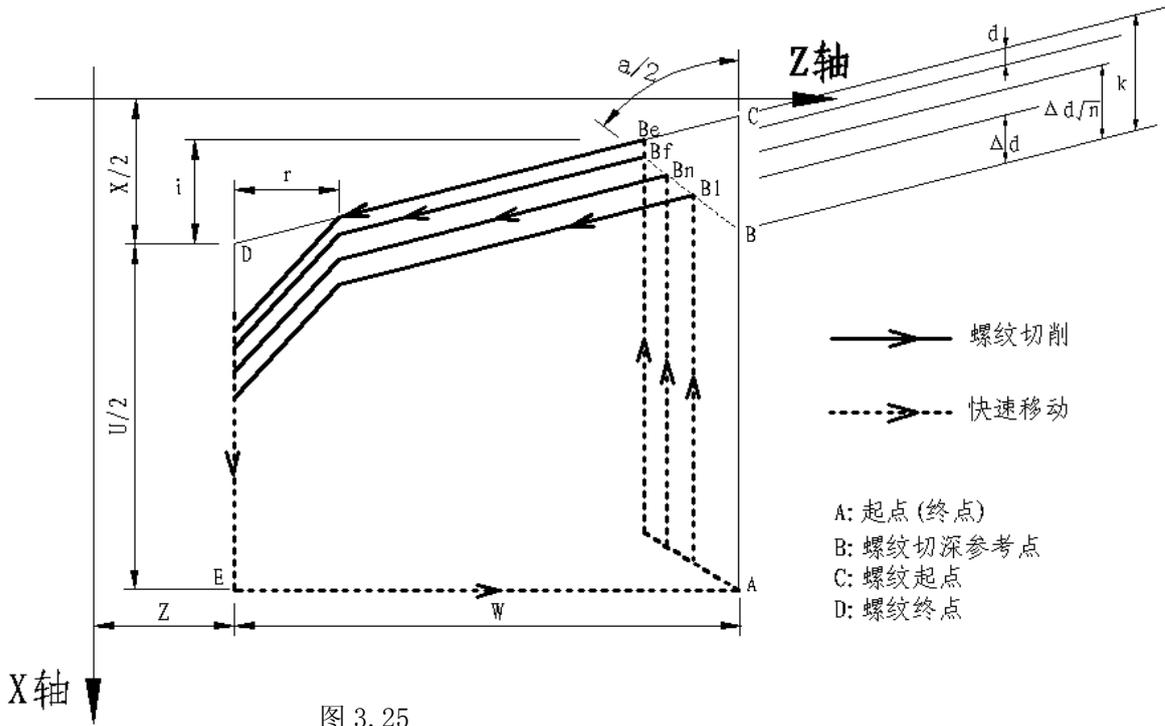

图 3.25
功能: 系统根据指令地址所给的数据自动计算并进行多次螺纹切削循环螺纹加工完成, 指令轨迹如图 3.25 所示。通过多次螺纹粗车、螺纹精车完成规定牙高(总切深)的螺纹加工, 如果定义的螺纹角度不为 0°, 螺纹粗车的切入点由螺纹牙顶逐步移至螺纹牙底, 使得相邻两牙螺纹的夹角为规定的螺纹角度。G76 代码可加工带螺纹退尾的直螺纹和锥螺纹, 可实现单侧刀刃螺纹切削, 吃刀量逐渐减少, 有利于保护刀具、提高螺纹精度。G76 代码不能加工端面螺纹。
- ⑥ 沿平行于 C→D 的方向螺纹切削到与 D→E 相交处($r \neq 0$ 时有退尾过程);
- ⑦ X 轴快速移动到 E 点;
- ⑧ Z 轴快速移动到 A 点, 螺纹粗车循环完成, 开始螺纹精车;
- ⑨ 快速移动到 B_e 点(螺纹切深为 k 、切削量为 d)后, 进行螺纹精车, 最后返回 A 点, 完成一次螺纹精车循环;
- ⑩ 如果精车循环次数小于 m , 转⑨进行下一次精车循环, 螺纹切深仍为 k , 切削量为 0; 如果精车循环次数等于 m , G76 复合螺纹加工循环结束。
- 6) U、W的符号决定了A→C→D→E的方向, R(i)的符号决定了C→D的方向。U、W的符号有四种组合方式, 对应四种加工轨迹, 见图3.25。